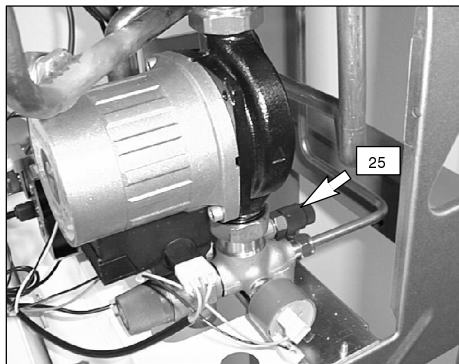

fig. 7.4
- 2 Allentare il rubinetto di svuotamento circuito primario (25 in fig. 7.4).